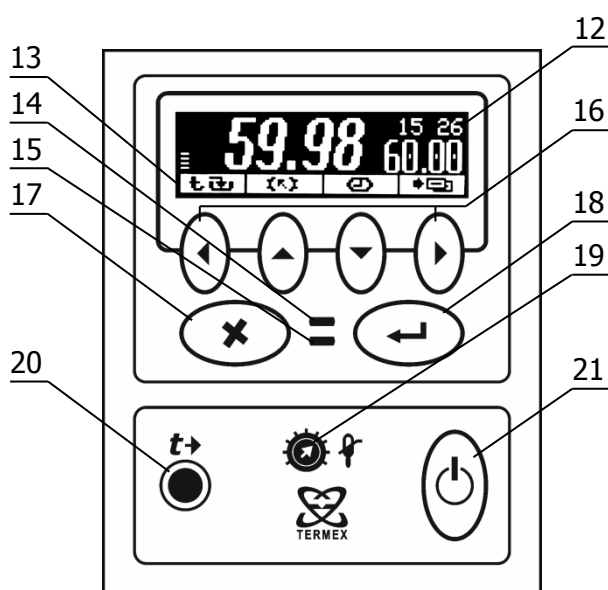

Рисунок 2 – Лицевая панель
Система безопасности блока регулирования отключает двигатель насоса и нагреватели при срабатывании хотя бы одной из защит или неисправности управляющего датчика (1.2.14). При срабатывании системы безопасности раздается звуковой сигнал, загорается индикатор 14 (рисунок 2) и на дисплей 12 выводится информация о причине неисправности.
2.4.2 В режиме ожидания нагреватели термостата отключены, блок регулирования не осуществляет управления. Работа насоса определяется значением параметра "Насос предв." (см. 2.20), устанавливаемого пользователем. Индикатор режима работы 15 (рисунок 2) погашен.
2.4.3 В активном режиме блок регулирования управляет мощностью в нагревателях термостата в зависимости от задания и текущей температуры теплоносителя. Насос включен. Индикатор режима работы 15 (рисунок 2) мигает (термостат не вышел на установленную температуру) или горит постоянно (термостат вышел на установленную температуру).
2.4.4 Переключение между режимами работы производится нажатием кнопки 21 (рисунок 2).
2.6.7 Для выбора уставки в качестве текущей, кнопками (▲) и (▼) подвести к ней указатель. Значение отмеченной указателем уставки дублируется крупными цифрами в правой части дисплея. Для подтверждения выбора отмеченной уставки нажать кнопку 18 (↵). Для отмены выбора нажать кнопку 17 (✕) (рисунок 2).
2.6.8 Для изменения численного значения отмеченной указателем уставки нажать кнопку (▶). На рамке, обрамляющей значение уставки в правой части дисплея, появятся "засечки", указывающие на изменяемую позицию в численном значении. Цифра в отмеченной позиции мигает. Нажатиями кнопок (▲) и (▼) установить требуемую цифру в отмеченной позиции. Если удерживать кнопку нажатой, значение уставки будет изменяться непрерывно. Нажатиями кнопок (◀) и (▶) переместить отметку изменяемой позиции. Дискретность изменения значения уставки зависит от положения изменяемой позиции: если отмечена позиция десятков, то при единичном нажатии кнопки (▲) или (▼) значение уставки изменится на 10 °С. Если отмечена позиция десятых долей, то значение уставки изменится на 0.1 °С соответственно. Закончить ввод нового значения уставки нажатием кнопки 18 (↵). Для возврата к значению уставки до ее изменения нажать кнопку 17 (✕) (рисунок 2).
2.7.5 При срабатывании защиты раздается звуковой сигнал и загорается красный индикатор срабатывания системы безопасности 14 (рисунок 2). Блок регулирования переходит в режим ожидания. Работа насоса и нагревателей блокируется. На дисплее отображается текущее состояние системы защит.